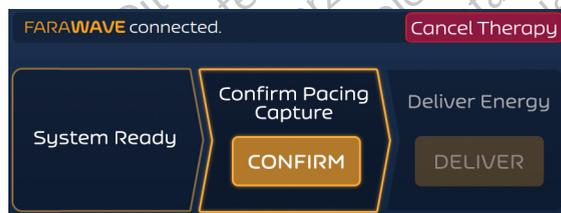

Figura 15. Schermata Therapy (Terapia) - Modalità sincrona - Stato Confirm Pacing (Conferma stimolazione)
4. Con l'attivazione della stimolazione e la conferma dell'acquisizione, premere il pulsante PREPARE (PREPARAZIONE) per avviare il generatore PFA FARASTAR. Al completamento della preparazione, viene abilitato il pulsante CONFIRM Pacing Capture (CONFERMA Acquisizione stimolazione) (vedere Figura 15).